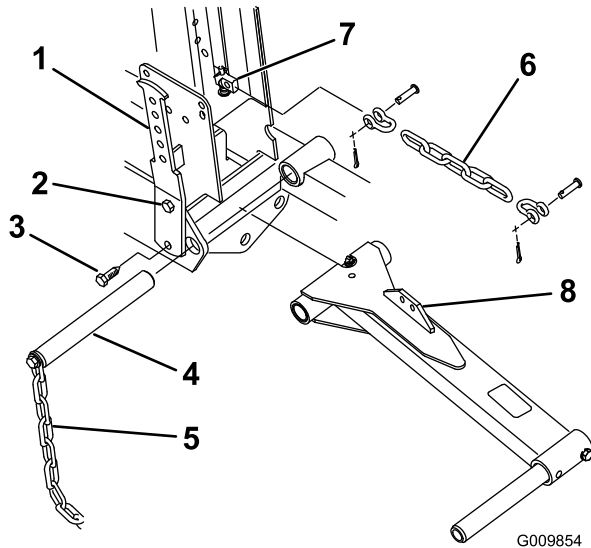

Figura 6
3. Afloje el perno superior que fija el brazo de contrapeso izquierdo al bastidor (Figura 6).
4. Retire el perno y la tuerca inferiores que fijan el brazo de contrapeso izquierdo al bastidor (Figura 6).
5. Gire hacia fuera el brazo de contrapeso para poder retirar el pivote del brazo de elevación y la cadena de volteo (Figura 6).
6. Coloque el brazo de elevación entre los travesaños del bastidor, alinee los taladros de montaje, e instale la barra de giro (Figura 6). Inserte la barra de giro de manera que el brazo de contrapeso encaje en